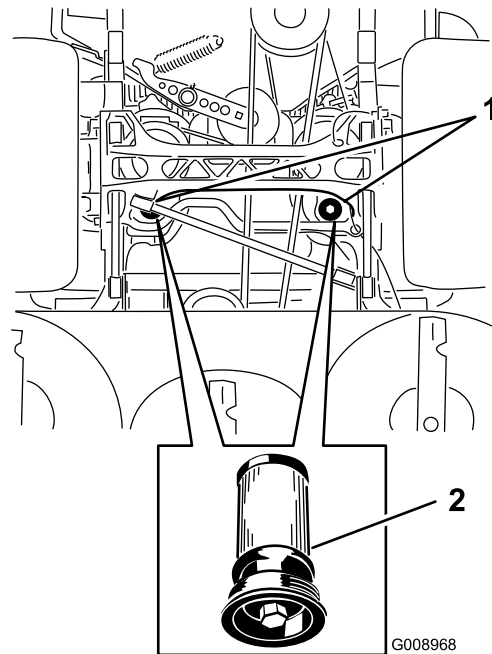

Figure 89
5. Placez un bac de vidange sous le filtre, retirez le filtre usagé et essuyez la surface (Figure 89).
6. Appliquez une fine couche d'huile hydraulique sur le joint en caoutchouc du filtre de rechange (Figure 89).